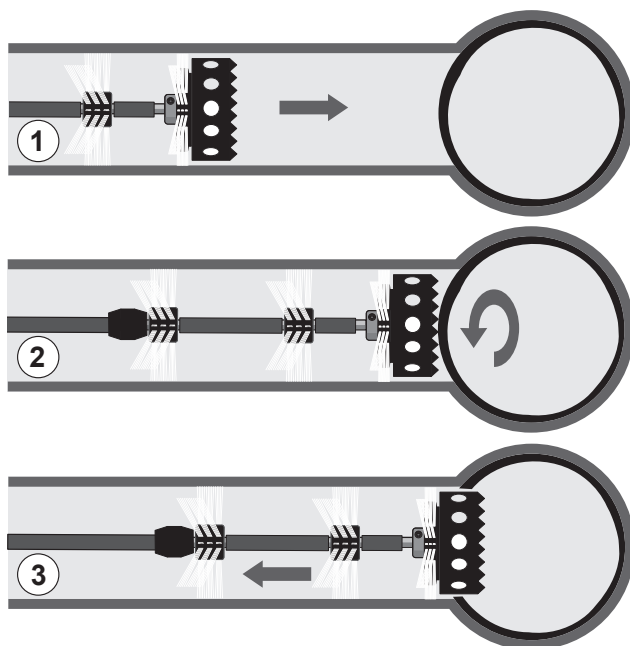

Figure 17 – Processus de restauration
1. Faites avancer le câble à l'arrêt jusqu'au point de restauration ① (Figure 17).